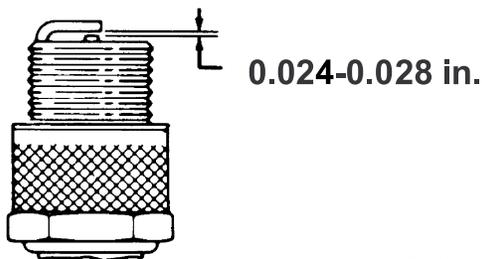

図 31
3. 取り付け前にもう一度エアギャップを確認する (図 31)。